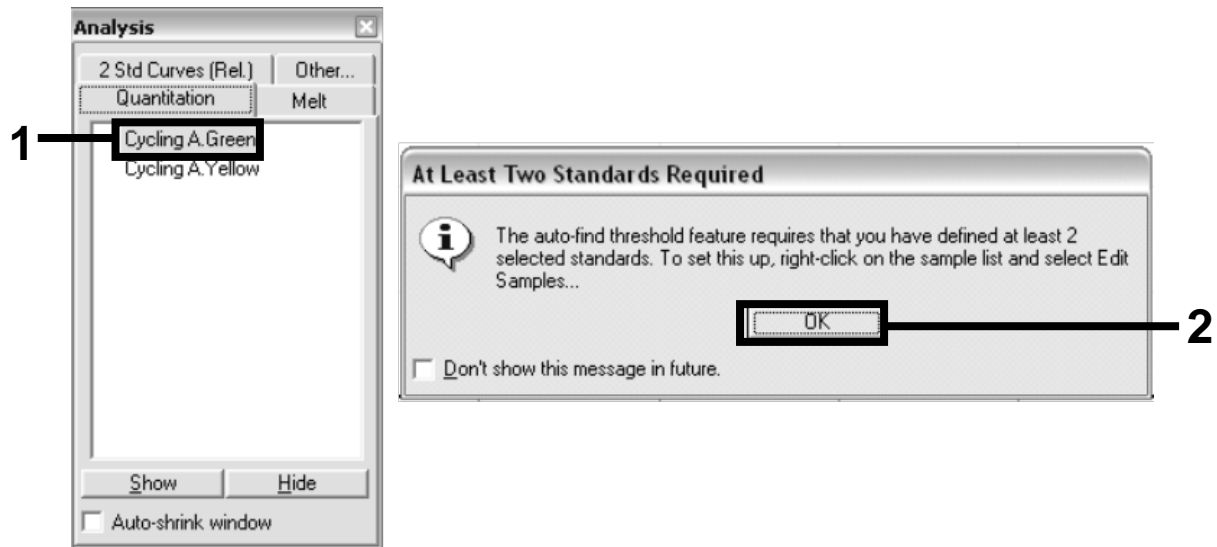

Ilustración 9. Cuantificación: "Cycling A. Green" (Ciclado A. Verde).
18. En el cuadro de diálogo "Analysis" (Análisis) (ilustración 9), haga doble clic en "Cycling A. Green" (Ciclado A. Verde) y, a continuación, en "OK" (Aceptar). Repita el procedimiento para "Cycling A. Yellow" (Ciclado A. Amarillo).